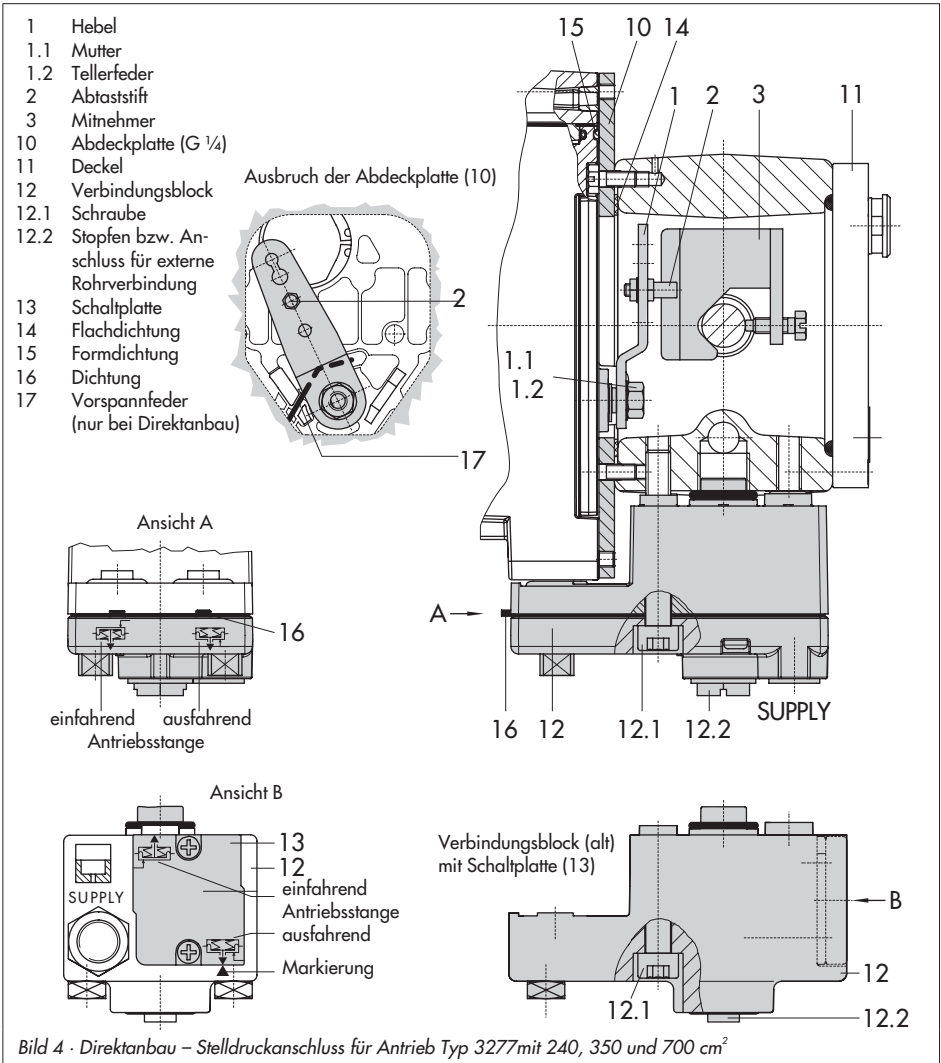

Bild 4 · Direktanbau – Stelldruckanschluss für Antrieb Typ 3277 mit 240, 350 und 700 cm²
1. Mitnehmer (3) an die Antriebsstange setzen, ausrichten und so festschrauben, dass die Befestigungsschraube in der Nut der Antriebsstange sitzt.
2. Abdeckplatte (10) mit schmaler Seite des Ausbruchs (Bild 4 links) in Richtung zum Stelldruckanschluss befestigen, die aufgeklebte Flachdichtung (14) muss zum Antriebsjoch zeigen.
3. Bei Antrieben mit 700 cm² am Hebel **M** (1) auf der Stellungsreglerrückseite den Abtaststift (2) aus Stiftposition **35** lösen und in die Bohrung für Stiftposition **50** umsetzen und verschrauben. Bei den Antrieben 240 und 350 cm² mit 15 mm Hub verbleibt der Abtaststift (2) auf Stiftposition **35**.
4. Formdichtung (15) in die Nut des Stellungsreglergehäuses einlegen, dabei die vier Haltenippel über die Gehäuseschrauben und die beiden Klemmnippel in die Gehäuseaussparungen eindrücken.
5. Vorspannfeder (17) unter den Hebel (1) durch den Steg führen und in die Gehäusebohrung einstecken, Hebel (1) bis zum Einrasten gegen den Anschlag drücken. Stellungsregler an der Abdeckplatte (10) aufsetzen und mit seinen drei Befestigungsschrauben festschrauben. Kontrollieren, ob der Abtaststift (2) auf der Oberseite des Mitnehmers (3) liegt. Der Hebel (1) muss mit Federkraft auf dem Mitnehmer aufliegen.
Beim alten Verbindungsblock (Bild 4 unten) muss die Schaltplatte (13) so gedreht werden, dass das entsprechende Antriebssymbol zur Pfeilmarkierung ausgerichtet ist.
7. Verbindungsblock (12) mit seinen Dichtungen an Stellungsregler und Antriebsjoch ansetzen und mit Befestigungsschraube (12.1) festziehen. Bei Antrieb „Antriebsstange einfahrend“ zusätzlich den Stopfen (12.2) entfernen und die externe Stelldruckleitung montieren.
8. Deckel (11) auf der Gegenseite montieren. Dabei unbedingt darauf achten, dass im eingebauten Zustand des Stellventiles der Entlüftungsstopfen nach hinten zeigt, damit evtl. angesammeltes Kondenswasser abfließen kann.